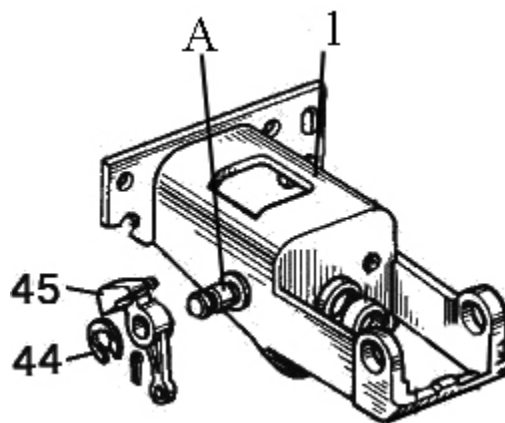

Рисунок 7.13
- 1) закрепите кронштейн 1 (рисунок 7.13) в тисках, смажьте ось «А» смазкой «Литол-24»;